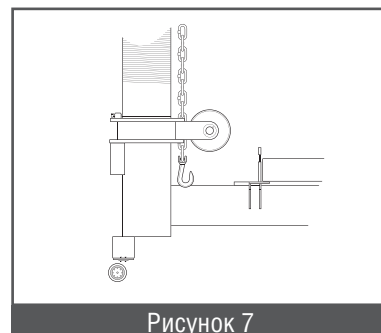

Рисунок 7
- Опущен в самое нижнее положение (рисунок 7).